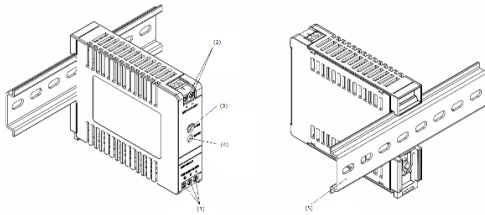
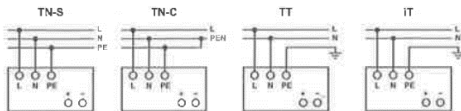

Abb. 1
Abb. 5
### 2. Gerätebeschreibung (Abb. 1)
### 5.1. Anschluss der Eingangsklemmen (Abb. 1, Abb. 5)
Verwenden Sie die Eingangsklemmen L und N (Schutzleiter), um den 100-240VAC-Anschluss herzustellen. Abb. 5 zeigt den Anschluss an die unterschiedlichen Netztypen. Das Gerät verfügt über eine interne Sicherung. Das Gerät ist geprüft und zugelassen mit einer handelsüblichen Sicherung bis zu 20A. Die interne Sicherung darf nicht vom Anwender ausgetauscht werden. Schicken Sie das Gerät im Fall eines Defekts zur Reparatur zum Hersteller zurück.
### 5.2. Anschluss der Ausgangsklemmen (Abb. 1 (2))
Verwenden Sie die Schraubklemmen „+“ und „-“, um den 24VDC-Anschluss herzustellen. Am Ausgang stehen 24VDC zur Verfügung. Die Ausgangsspannung kann am Potentiometer zwischen 24 und 28VDC eingestellt werden. Die grüne LED „DC OK“ zeigt die korrekte Funktion des Ausgangs an (Abb. 1 (4)). Das Gerät verfügt über einen Kurzschluss-, Überlast- und Überspannungsschutz, der auf 30-34,8VDC begrenzt ist.